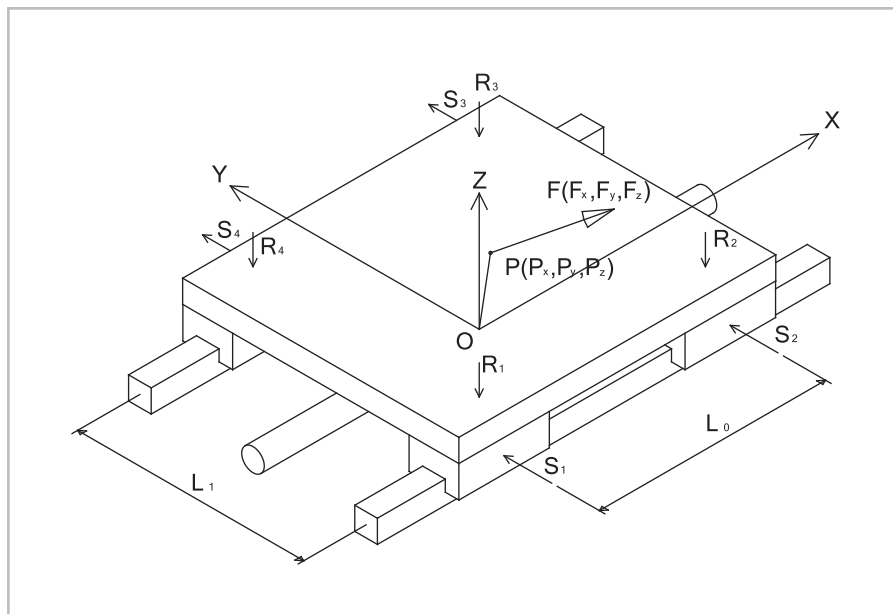

図2-1
- (1) スパン：ブロックの間の距離。図2-1の L_0 と L_1 をご覧ください。
- (2) ブロック数：同じレールに乗せたブロックの数量です。図2-1では、一本のレールと二個のブロックのセットです。一般的に、ブロックの数量が多くなればなるほど、負荷荷重と剛性が高まり、寿命も長くなります。その代わりに、空間とストックを再検討する必要があります。
- (3) レール本数：レールの使用数量です。図2-1では、二本のレール使っています。一般的には、レールの本数が多くなればなるほど、X軸の抵抗モーメントと剛性が高まり、寿命も長くなります。